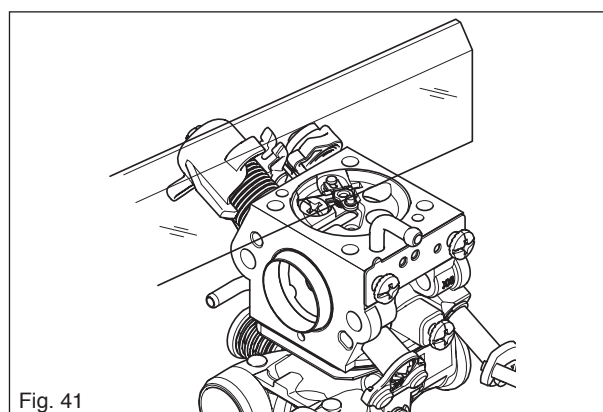

Fig. 41
5. Vérifier à l'aide d'une règle par exemple si le bras de levier est au même niveau que le plan de montage du couvercle. Si besoin, le bras de levier peut être plié, voir figure 41.